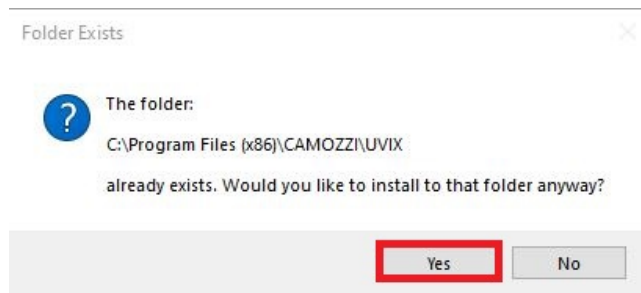

Figura 4.14: Conferma cartella di destinazione
4. Se la cartella esiste già confermare che si desidera procedere cliccando su "Yes", figura 4.14.